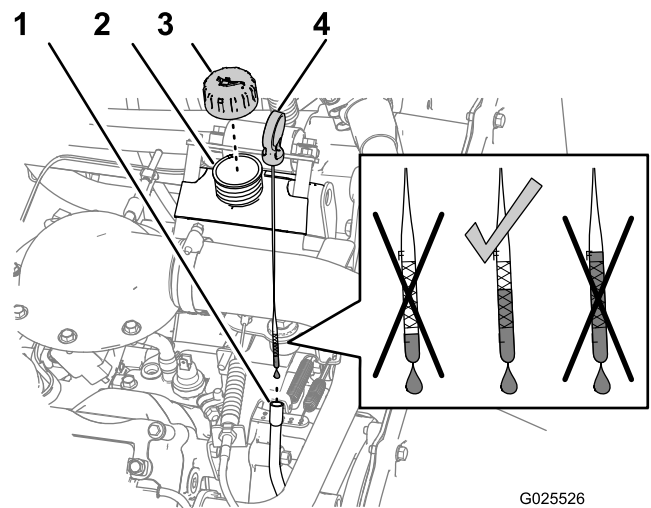

Figura 21
1. Retire a vareta (Figura 21) e limpe-a com um pano limpo.
3. Retire a vareta e verifique o nível de óleo (Figura 21).
4. Se o nível de óleo estiver baixo, retire o tampão de enchimento e adicione óleo suficiente (Figura 21) para
5. Instale o tampão de enchimento no tubo de enchimento (Figura 21).
6. Com firmeza, instale a vareta no tubo da vareta (Figura 21).